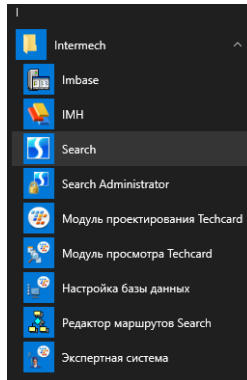

Рисунок 1.1 – Список модулів користувача **Intermech**
1. Відкрийте меню **Пуск – Все программы - Intermech**. Переглянути список модулів користувача **Intermech** (рис. 1.1).